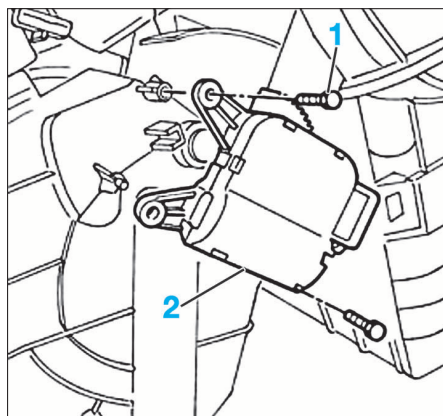

FIG. 16
- Déposer les 2 vis de fixation (1) du moteur de mélange d'air (Fig.16).